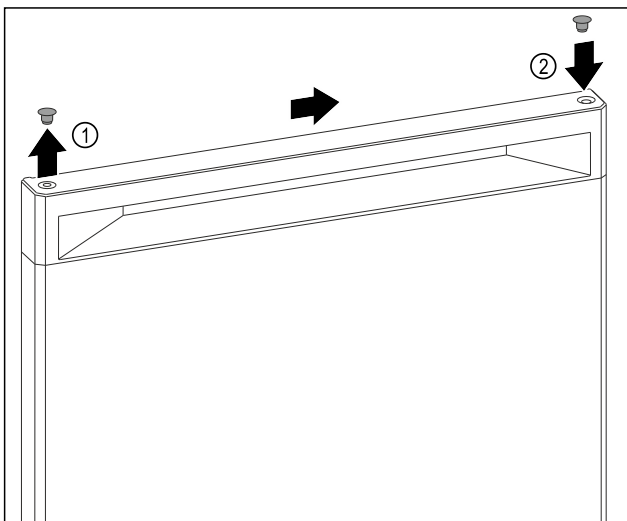

Fig. 9
- Oprezno podignite pokrovni čep na gornjoj strani vrata Fig. 9 (1) s pomoću križnog odvijača.
- Umetnite pokrovni čep na suprotnu stranu. Fig. 9 (2)